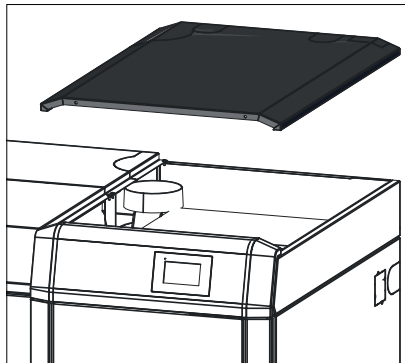

Fig. 148 Verkleidungsdeckel entfernen
- Vor dem Öffnen des Schaltfeldes bzw. für Service- oder Reparatur-Zwecke ist der Geräte-Netzstecker zu trennen. Verkleidungsdeckel entfernen – Fig. 148.